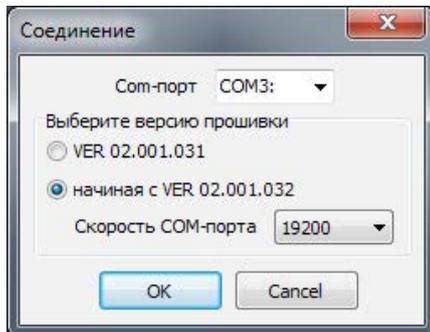

Рисунок 5. Соединение
4. В появившемся окне соединения (рис. 5) выберите: